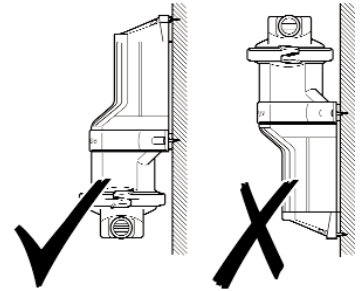

Fig. 3 - Orientation de la pompe
- Fig. 3 Orientation de la pompe
- Quand elle est montée verticalement, assurez-vous que la pompe a le plus possible la tête en bas (voir fig. 3).